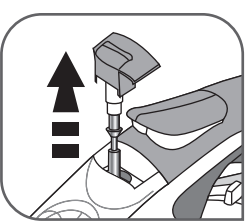

Fig. 18
- **Pentru a îndepărta tija anti-piatră, setați termostatul la MAX, apăsați butonul de extragere a supapei și trageți ușor în sus** – fig.18.